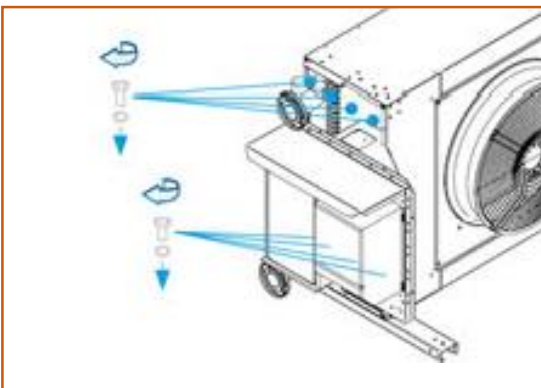

FIG. 11
- Fixer à nouveau le panneau aux supports et les câbles au panneau (FIG. 11).